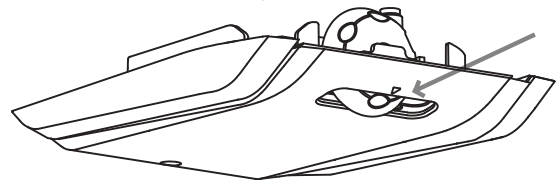

Fig. 1
• Il termostato di controllo dell'elettrodomestico è collocato all'interno del comparto frigo (Fig. 1).